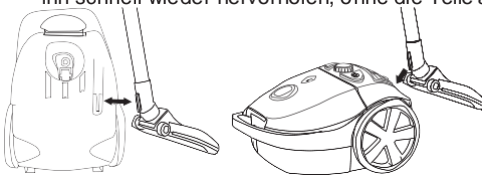

Abbildung 10 Staubsauger verstauen
- Stellen Sie den Staubsauger aufrecht hin. An der Rückseite des Staubsaugers, neben dem Vorderrad, befindet sich ein Befestigungsschlitz für die Zubehörschiene (siehe Abbildung 10). Schieben Sie die Unterseite der Zubehörschiene in den Schlitz. So können Sie den Staubsauger leicht verstauen und ihn schnell wieder hervorholen, ohne die Teile auseinandernehmen zu müssen.